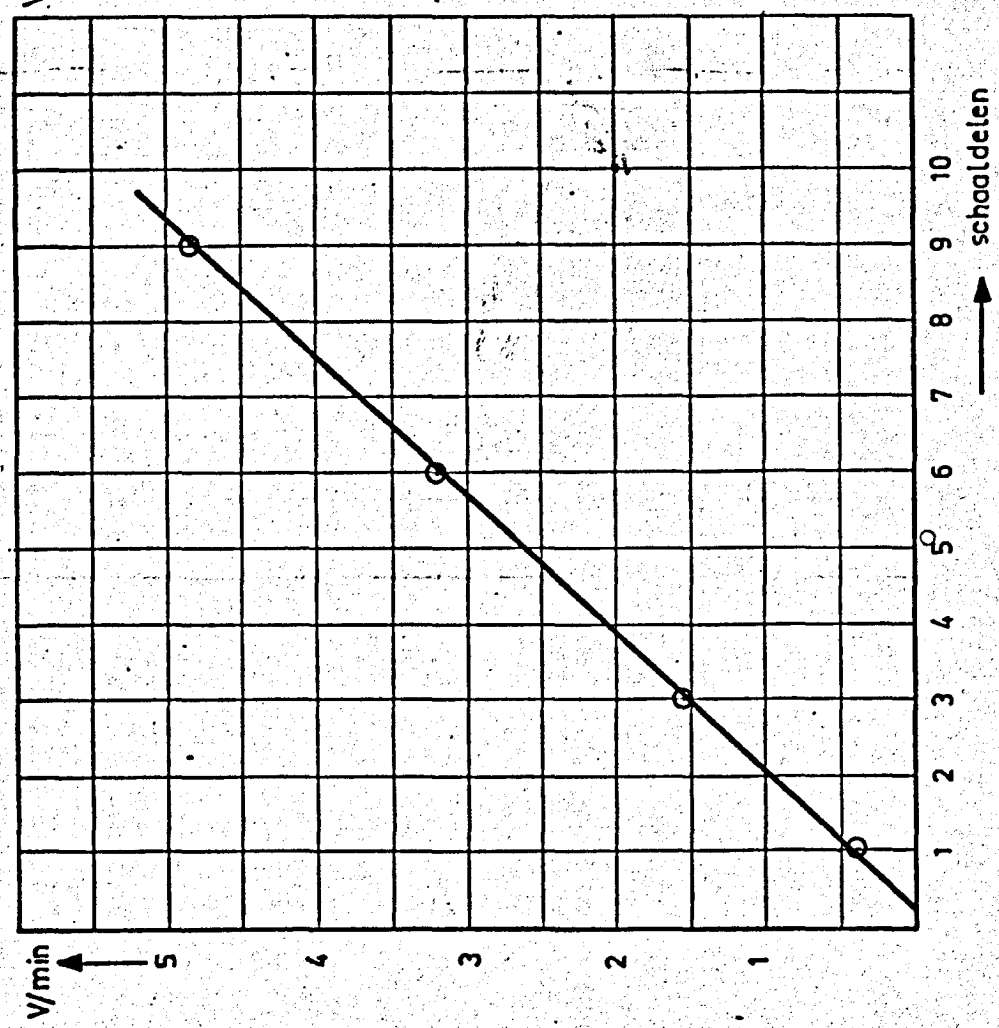

Fig. 5: IJking potentiometer P2
- 4) Zet nu de knoppen "HELLING 1" en "HELLING 3" op de gewenste waarde (zie fig. 5 en 6).